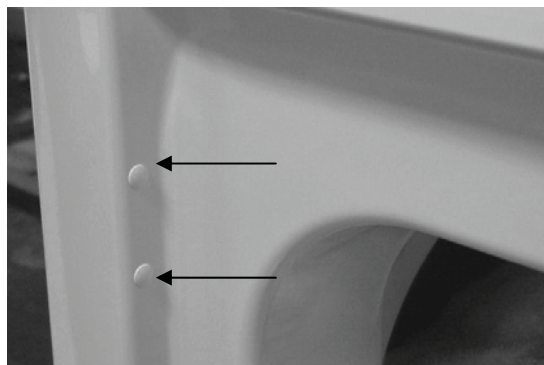

Figure 1
1. Ouvrez la Porte et enlevez les 4 bouchons d'en face où on trouve la charnière. Conservez toutes les pièces pour les utiliser postérieurement, à moins qu'on ne spécifie le contraire. (Figure 1). **Note:** Ayez des soins en enlevant les bouchons, pour ne pas abimer la peinture dans le Panneau Frontal